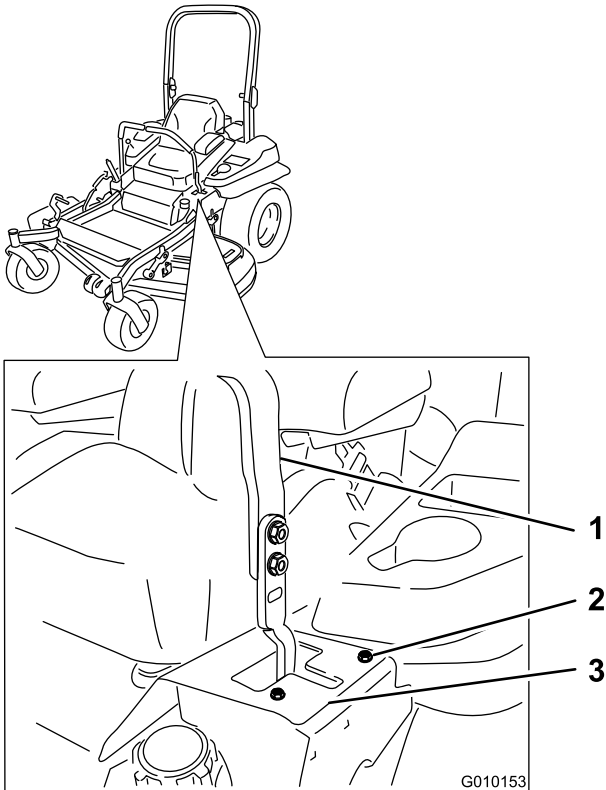

Figura 76
- Se virar para a direita, desaperte os parafusos e ajuste a placa do batente esquerdo para a ranhura T esquerda até a máquina ficar a direito (Figura 76).
- Se virar para a esquerda, desaperte os parafusos e ajuste a placa do batente direito para a ranhura T direita até a máquina ficar a direito (Figura 76).
6. Aperte a placa do batente (Figura 76).